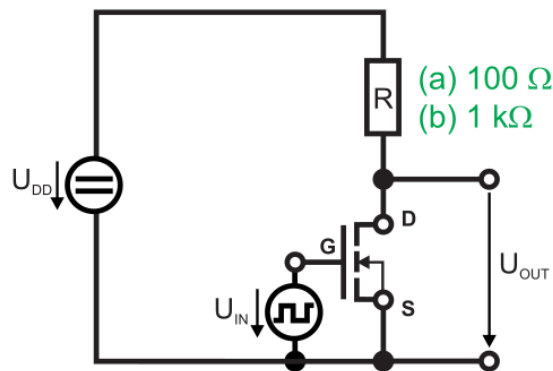

Abbildung 5.7: Aufbau: nMOS-Inverter mit Widerstand, Dynamikuntersuchung
2. Zur Generierung des Testsignals U_{IN} soll ab jetzt der interne Frequenzgenerator des Oszilloskops verwendet werden. Erzeugen Sie ein Rechtecksignal mit den Potentialgrenzen 0V und +5V bei einer Frequenz von 1MHz. Messen Sie mit dem Oszilloskop auf Kanal 1 zunächst das Testsignal und prüfen Sie dessen Richtigkeit. Schließen Sie das Eingangssignal an wie in Abbildung 5.7 dargestellt, verwenden Sie hierfür ein BNC-Kabel.
3. Untersuchen Sie die Schaltung aus Abbildung 5.7. Verwenden Sie zunächst 100 Ohm als Pull-Up. Entfernen Sie unbedingt das Amperemeter vom vorigen Versuch aus der Schaltung, dieses würde die nachfolgenden Untersuchungen verfälschen.